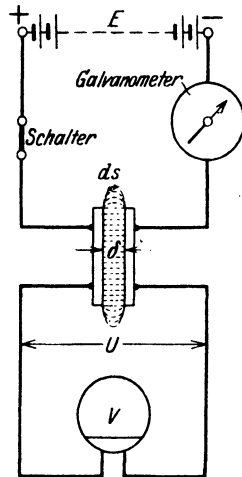

Abb. 71. Ladung eines Kondensators.
Verbindet man zwei ebene, parallele Metallplatten (Abb. 71), die durch einen Isolator (Dielektrikum genannt) voneinander getrennt sind, mit einer Gleichstromquelle, deren EMK E Volt beträgt, so werden die Platten geladen, d. h. negative Elektrizität (d. s. die Elektronen) gelangt auf die mit der negativen Klemme der Stromquelle verbundene Platte und genau die gleiche Menge positiver Elektrizität sammelt sich auf der anderen Platte an. Die auf der einzelnen Platte angesammelte Elektrizitätsmenge, welche durch das ballistische Gal-
Die Ladung Q bleibt auf den Platten (Belegungen genannt), auch wenn man die Zuleitungen zur Stromquelle entfernt (den Schalter [Abb. 71] ausschaltet), wie dies das statische Voltmeter V anzeigt, d. h. die angezeigte Spannung ist nach wie vor $U = E$ Volt. Es ist also die Spannung U die Folge der mit der Elektrizitätsmenge Q geladenen Platten (Plattenkondensator). Die Entladung erfolgt, indem man die Platten von der Stromquelle abgetrennten Kondensators durch einen Leiter miteinander in Berührung bringt. Liegt in diesem Entladestromkreis ebenfalls ein ballistisches Galvanometer, so zeigt dessen Ausschlag die gleiche Elektrizitätsmenge Q wie bei der Ladung an.
Man nimmt an, daß zwischen den Belegungen eines geladenen Kondensators elektrische Feldlinien verlaufen, wie solche für den in Abb. 71 dargestellten Plattenkondensator punktiert gezeichnet sind. Genau wie bei den magnetischen Kraftlinien (vgl. S. 63) führt man auch hier zwei besondere Größen ein:
1. Plattenkondensator. Ist F die Fläche in cm^2 , durch welche die Feldlinien senkrecht hindurchgehen, d. i. in diesem Falle die Fläche einer Belegung, so ist nach Gl 43 die Felddichte $\mathfrak{D} = Q:F$, die Feldstärke nach Gl 44 ist $\mathfrak{E} = \mathfrak{D}:\varepsilon$, mithin auch $\mathfrak{E} = Q:F\varepsilon$, wo \mathfrak{E} in diesem Falle konstant ist, wenn man die Feldlinien der Ränder in Abb. 71 vernachlässigt. Ist δ der Abstand der beiden Platten, so ist $U = \mathfrak{E}\delta = (Q:F\varepsilon)\delta$, daher